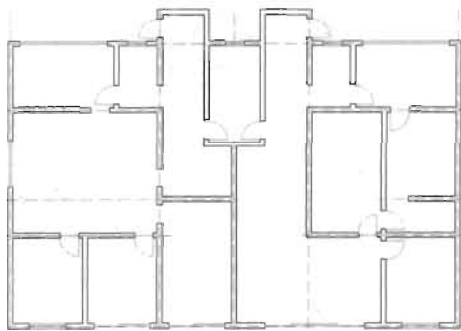

图 5-164
(6) 使用相同的方法继续插入其他窗户图块, 结果如图 5-164 所示。